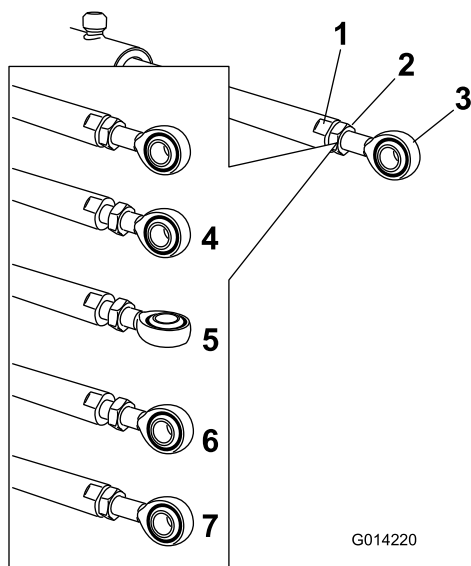

图 64
- 在提升器杆的平整侧用扳手进行固定然后松开锁紧螺母使孔眼杆可以调整 图 64。
- 转动提升器杆上的孔眼杆将延伸的提升器缩短或延长至所需的位置 图 64。